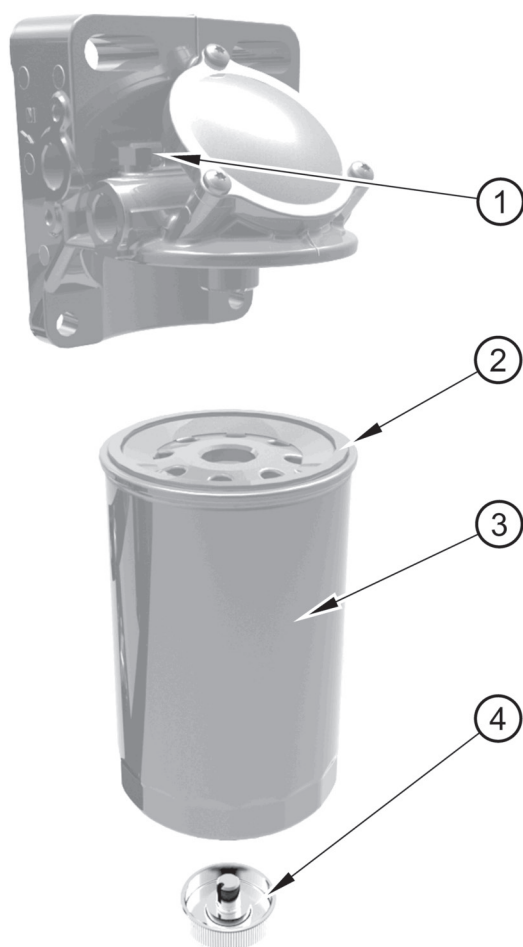

Figura 28
3. Posizionare un panno morbido sulla vite di sfogo (figura 28 voce 1) del filtro. Aprire la vite di sfogo per scaricare l'eventuale pressione all'interno dell'impianto di alimentazione.